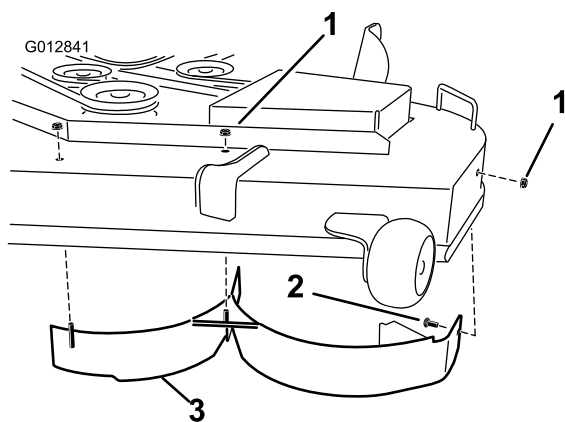

Figure 32
6. Retirez les deux contre-écrous (5/16 inch) fixés aux montants soudés du déflecteur gauche sur le dessus du plateau de coupe, au centre et à gauche du centre (Figure 32). Sur la paroi latérale du plateau de coupe,
- 7. Déposez le déflecteur gauche du plateau de coupe, comme illustré à la Figure 32.